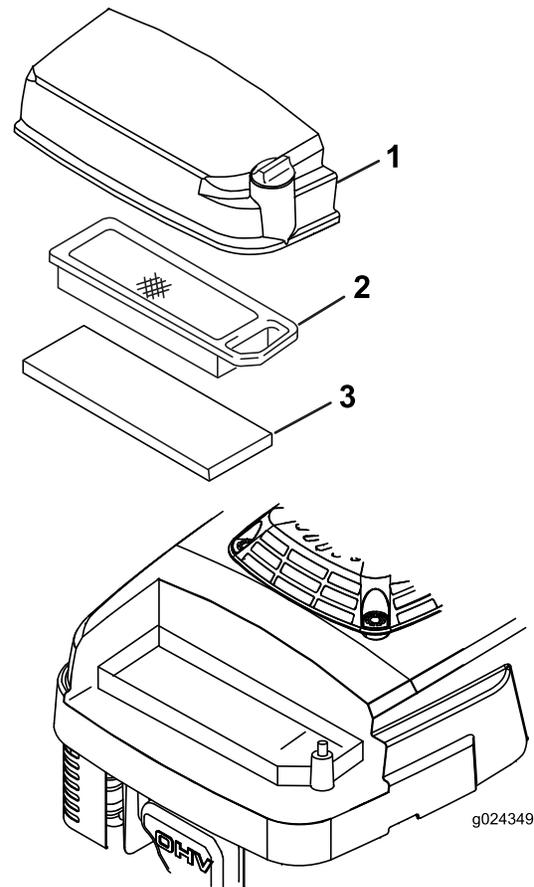

Figura 19
3. Afloje el tornillo de la tapa del filtro de aire (Figura 19).
5. Retire e inspeccione el filtro de aire de papel (Figura 19), y cámbielo si está excesivamente sucio.
6. Retire el prefiltro de espuma (Figura 19) y lávelo con un detergente suave y agua, luego séquelo apretando suavemente con un paño.